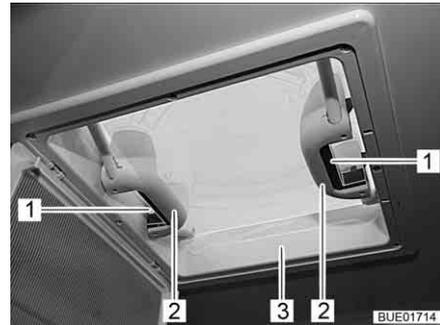

Bild 78 Griffe mit Schnappver-
- Schnappverschluss (Bild 78,1) zur Innenseite der Dachhaube (Bild 78,3) drücken. Gleichzeitig mit dem Griff (Bild 78,2) die Dachhaube nach oben drücken.
- Dachhaube (Bild 78,3) an beiden Griffen (Bild 78,2) kräftig nach unten ziehen, bis beide Schnappverschlüsse (Bild 78,1) eingerastet sind.